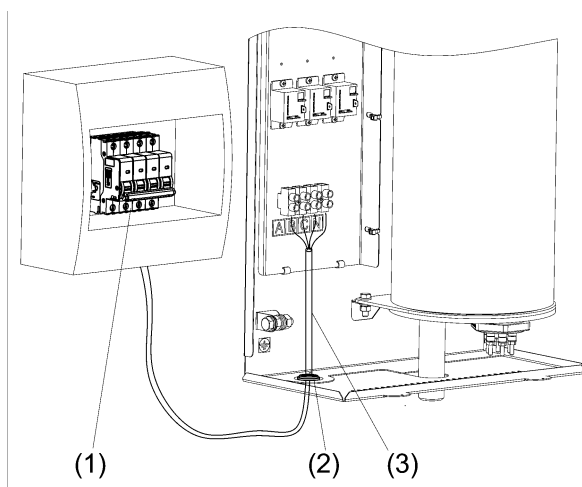

Рисунок 7. Подключение котла к электросети
6.2.3 Подключение котла к электрической сети осуществляется только через внешний автоматический выключатель QF (см. рис. 7) с номинальным током (In) указанным в таблице 2.
(1) Выполните монтаж автоматического выключателя QF в непосредственной близости от котла и доступным для визуального обзора месте (см. рис. 7);